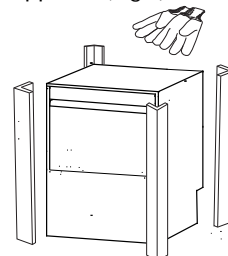

Fig.1
- 1- Porter des gants de protection pour déballer l'appareil. (Fig.1)